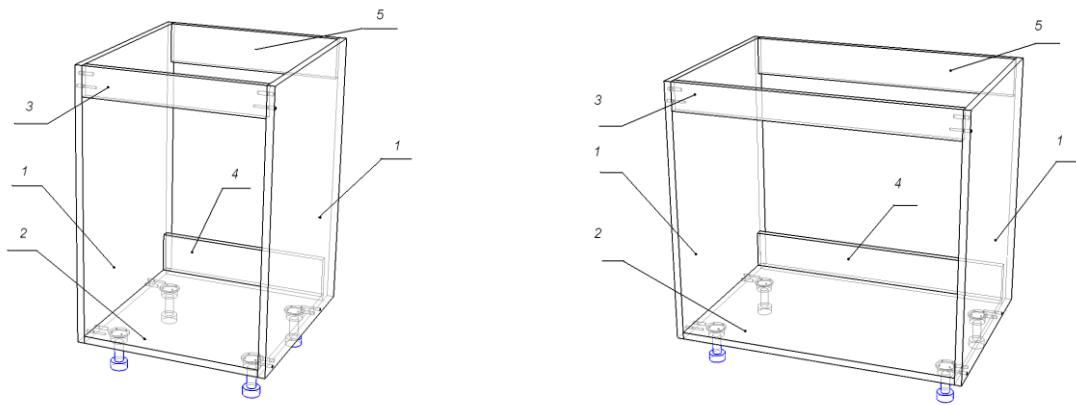

Рис. 39
2. Сборка корпуса мойки M01, M02, M20 (Рис. 39):
- собрать боковины (1), лицевую планку (3) и нижнюю горизонталь (2) используя 8 евростяжек 7x50 и 8 шкантов;
- установить планку (5) с помощью двух евростяжек 7x50;
- планка (4) устанавливается (по желанию) с помощью евростяжек после адаптации стола (вырезы в корпусе) к кухонным коммуникациям;